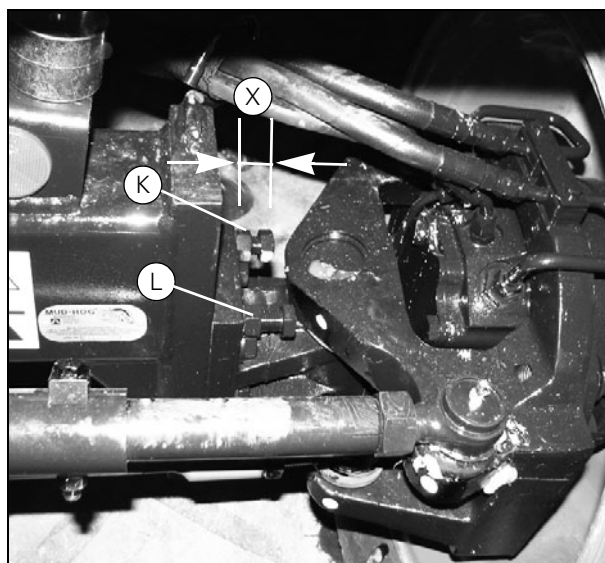

Рисунок 90
- Для задней оси полного привода дополнительно отрегулируйте стопорные винты наружу (K) и (L) — (Рис. 90)